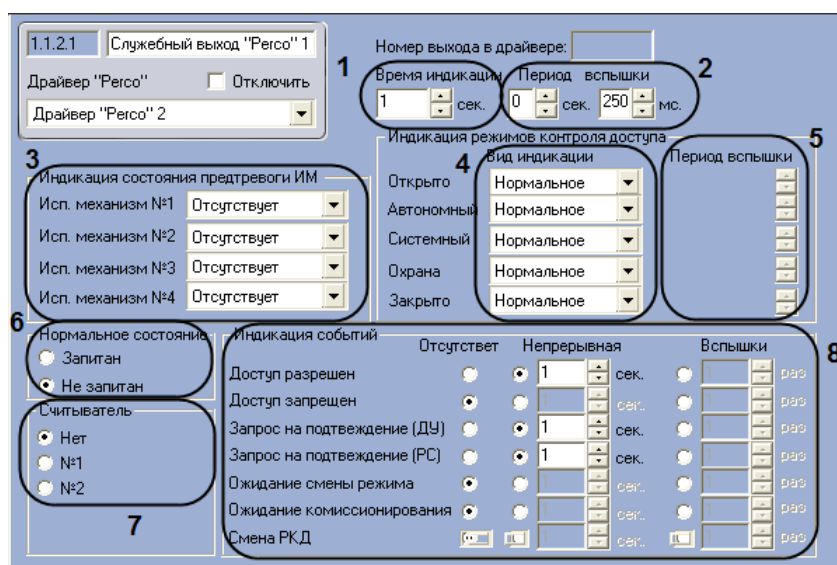

Рис. 3.10—2. Настройка служебного входа *Персо*
2. Указать время непрерывной индикации в поле **Время индикации** с помощью кнопок **вверх-вниз** (см. Рис. 3.10—2, 1). Диапазон значений – от 0 до 15 сек.
3. Указать период пульсирующей индикации в поле **Период вспышки** с помощью кнопок **вверх-вниз** (см. Рис. 3.10—2, 2). Диапазон значений – от 0 до 3.5 сек.